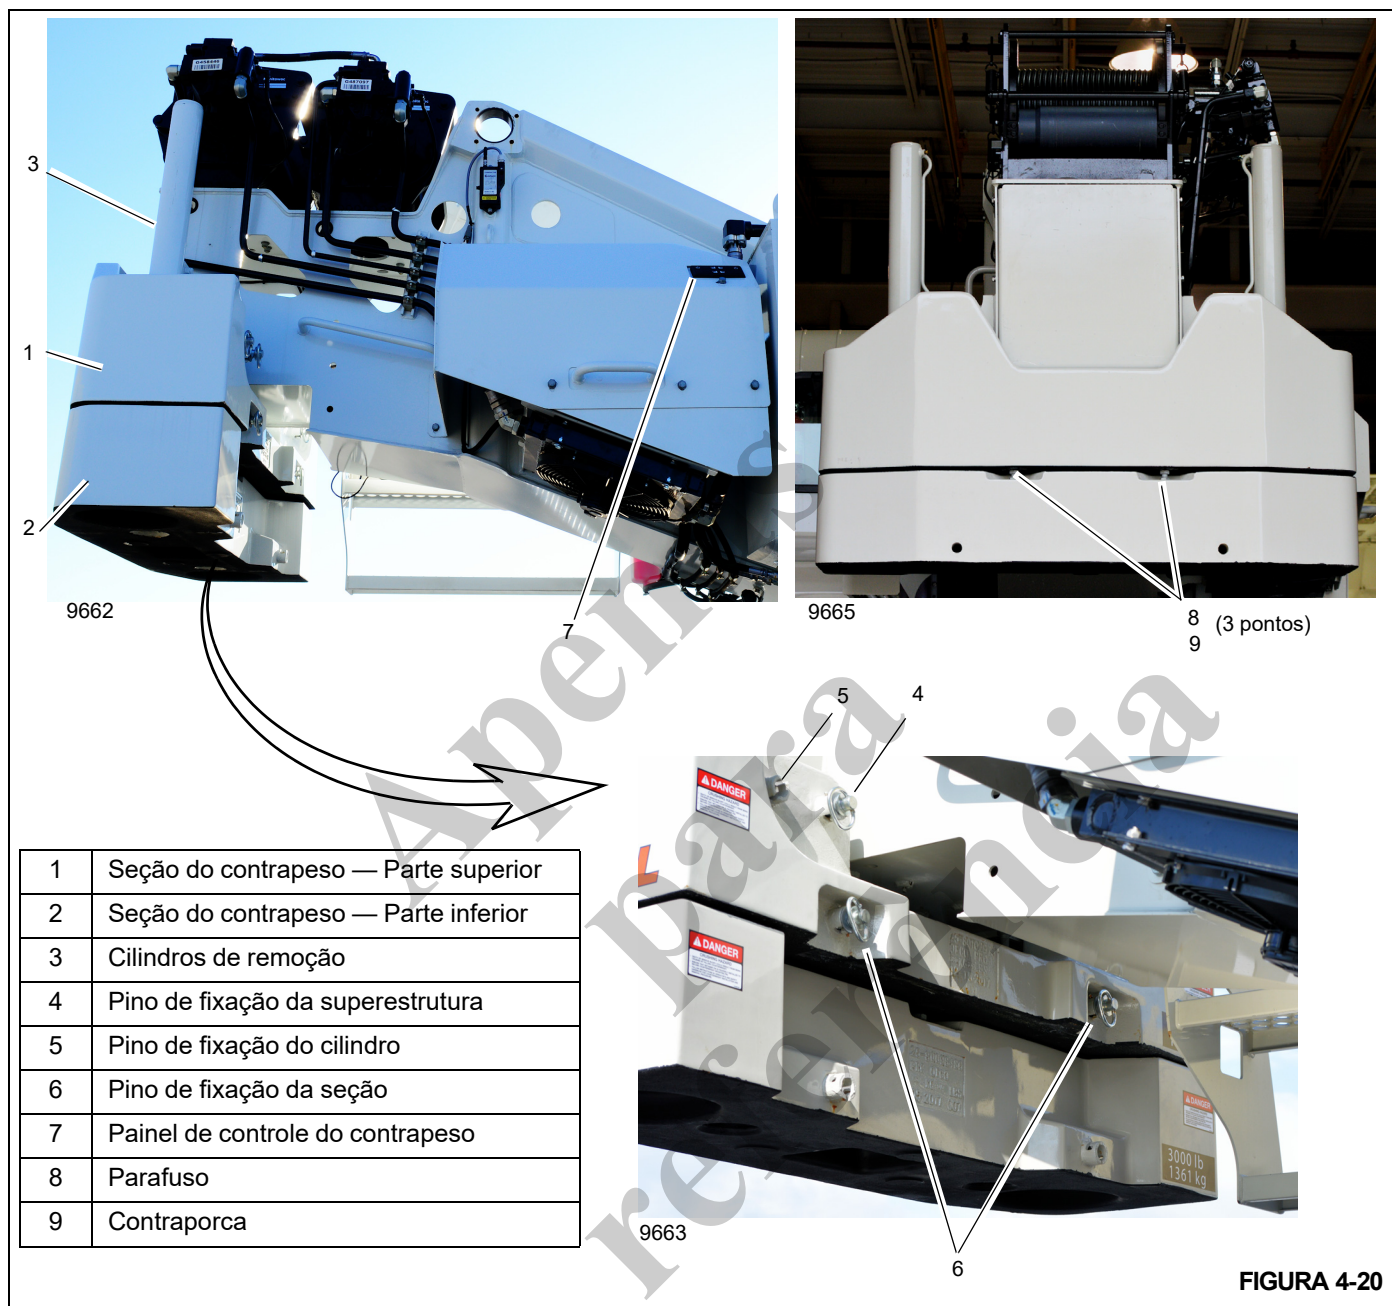

FIGURA 4-20
Consulte a Figura 4-20 para ver uma ilustração dos componentes que constituem o contrapeso.
Utilize o seguinte procedimento para instalar a seção de contrapeso superior (1, Figura 4-20) de 3000 lb (1.360,8 kg) em um guindaste da série NBT50L. A seção do contrapeso superior é comum aos guindastes NBT50L/NTC50L e NBT55L/NTC55L.
6. Retraia os pinos esquerdo e direito (4, 5, Figura 4-20) conforme necessário do contrapeso.
NOTA: Nos modelos NBT55L/NTC55L com seções de contrapeso superior e inferior (1, 2, Figura 4-20) e se somente a seção superior precisar ser carregada, remova somente os pinos esquerdo e direito (6, Figura 4-20) que fixam as seções superior e inferior juntas. Não remova os pinos que fixam os contrapesos inferiores ao tabuleiro do transportador.
9. Fixe o contrapeso nos cilindros usando os pinos (5, Figura 4-20).
11. Prenda o Contrapeso removível nos lados esquerdo e direito da superestrutura usando os pinos de fixação da superestrutura (4, Figura 4-20).
Use o seguinte procedimento para retrain a seção do contrapeso superior (1, Figura 4-20) de 3000 lb (1.360,8 kg) nos guindastes da série NBT50L. A seção do contrapeso superior é comum aos guindastes NBT50L/NTC50L e NBT55L/NTC55L.
6. Se não tiver feito, instale os pinos de fixação do cilindro esquerdo e direito (5, Figura 4-20) para fixar o contrapeso nos cilindros.
8. Remova os pinos da superestrutura (4, Figura 4-20) que prendem o contrapeso na superestrutura.
11. Remova os pinos de fixação do cilindro (5, Figura 4-20) que fixam o contrapeso nos cilindros.
7. Se necessário, retraia os pinos esquerdo e direito (5, Figura 4-20) do cilindro no contrapeso superior.
Se o guindaste estiver equipado com seções de contrapeso superior e inferior (1, 2, Figura 4-20) e apenas a seção superior tiver de ser carregada, remova apenas os pinos esquerdo e direito (5, Figura 4-20) que fixam as seções superior e inferior juntas. Não remova os pinos que fixam os contrapesos inferiores ao tabuleiro do transportador.
10. Fixe o contrapeso removível nos cilindros usando os pinos de fixação da seção (6, Figura 4-20).
6. Remova os pinos da superestrutura (4, Figura 4-20) que prendem o contrapeso na superestrutura.
9. Remova os pinos de fixação da seção (6, Figura 4-20) que fixam o contrapeso removível ao contrapeso superior.
Se a superestrutura do guindaste estiver carregada somente com a seção superior do contrapeso e a seção inferior estiver retraída no tabuleiro do transportador, prenda a seção superior na seção inferior com pinos de fixação da seção (6, Figura 4-20).